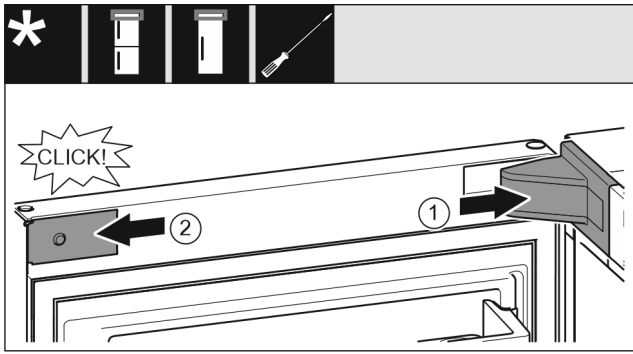

Fig. 26
- ▶ Установите и зафиксируйте крышку опорного кронштейна Fig. 26 (1), при необходимости осторожно разожмите ее.
- ▶ Установите накладку Fig. 26 (2) сбоку и зафиксируйте.